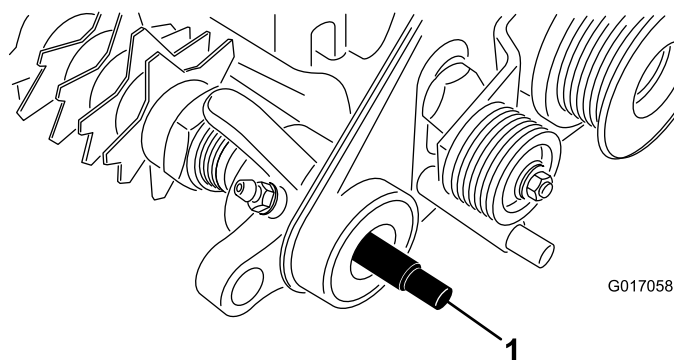

Figura 5
11. Aplique lubrificante nos vedantes do suporte do rolamento da montagem da transmissão e extremidade do eixo do rastelo (Figura 5).
12. Deslize a extremidade ranhurada do eixo do rastelo para o suporte do rolamento do conjunto da transmissão (Figura 5).